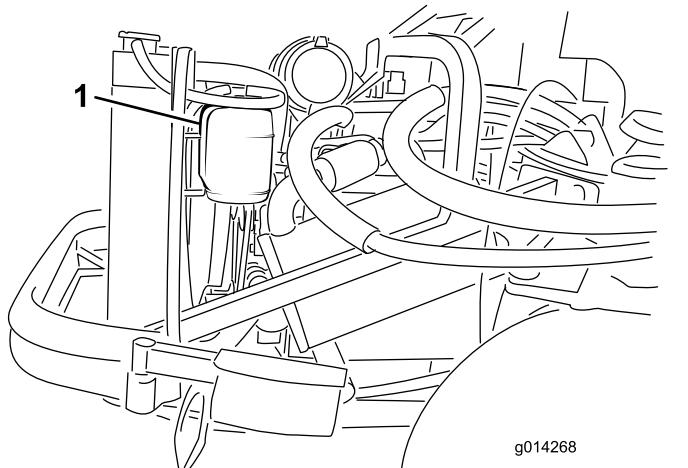

Bild 41
1. Prüfen Sie den Kühlmittelstand im Ausdehnungsgefäß (Bild 41). Er muss sich zwischen den Marken an der Seite des Gefäßes befinden.